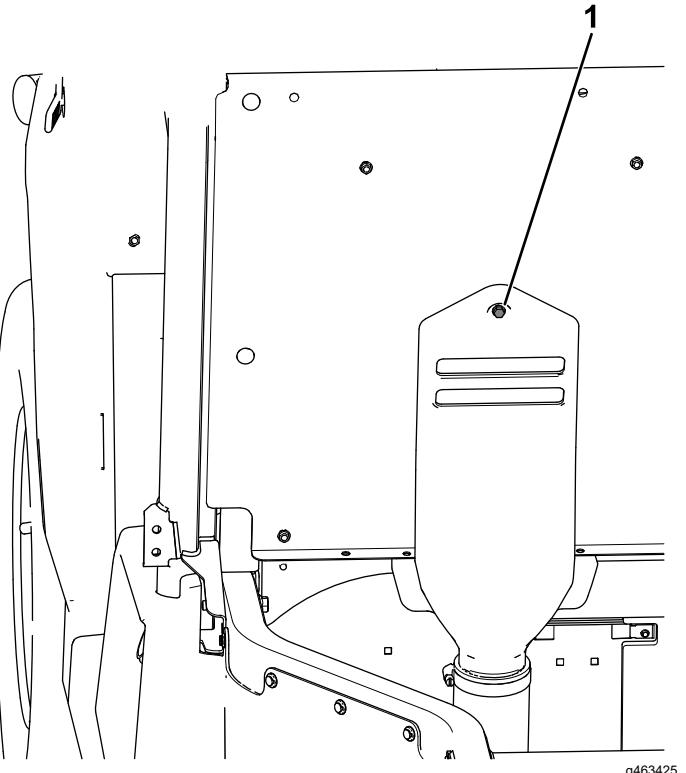

Figure 62
- Insérez le boulon captif fixé au capot d'admission CVT dans le trou du panneau de siège indiqué (Figure 62).